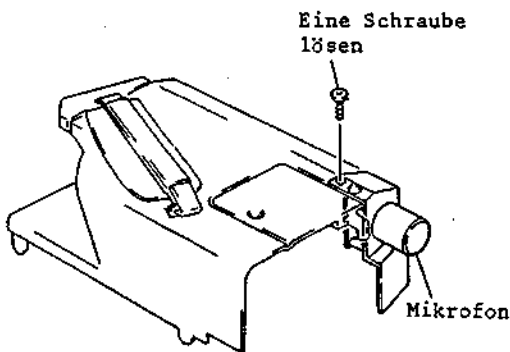

Abb. 2-10 Ausbau des Mikrofons
### 1-7 Ausbau des Mikrofons (Abb. 2-10)
7. Eine (1) Befestigungsschraube des Mikrofons lösen (siehe Abb. 2-10).
7. Das Mikrophon ausbauen (siehe Abb. 2-10).